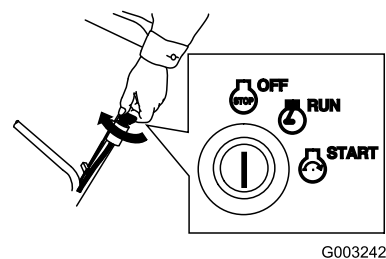

Bild 22
1. Drehen Sie den Schlüssel auf die Aus-Stellung (Bild 22).